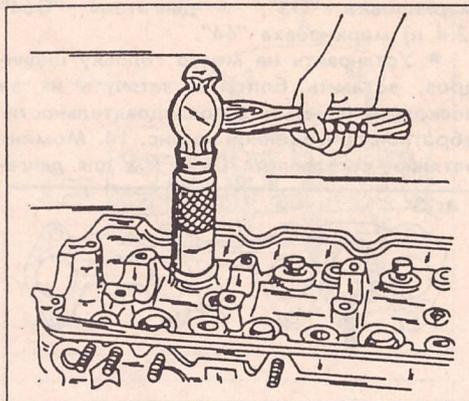

Рис. 46. Нанесение удара по концу стержня клапана.
- Установить на место седла клапанов и колпачки стержней клапанов. Для правильной установки колпачков следует применять инструмент показанный на рис. 46.